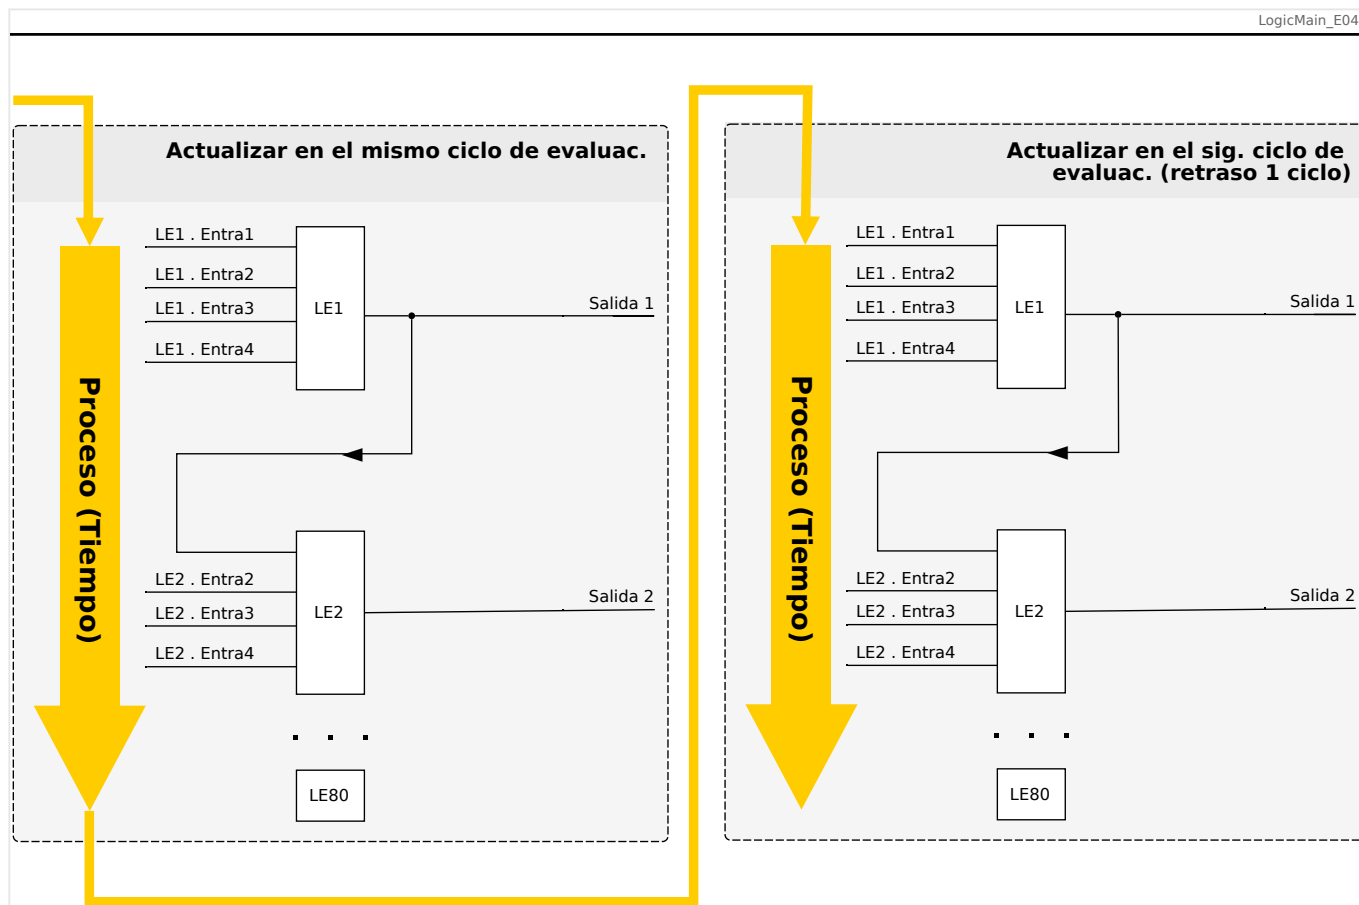
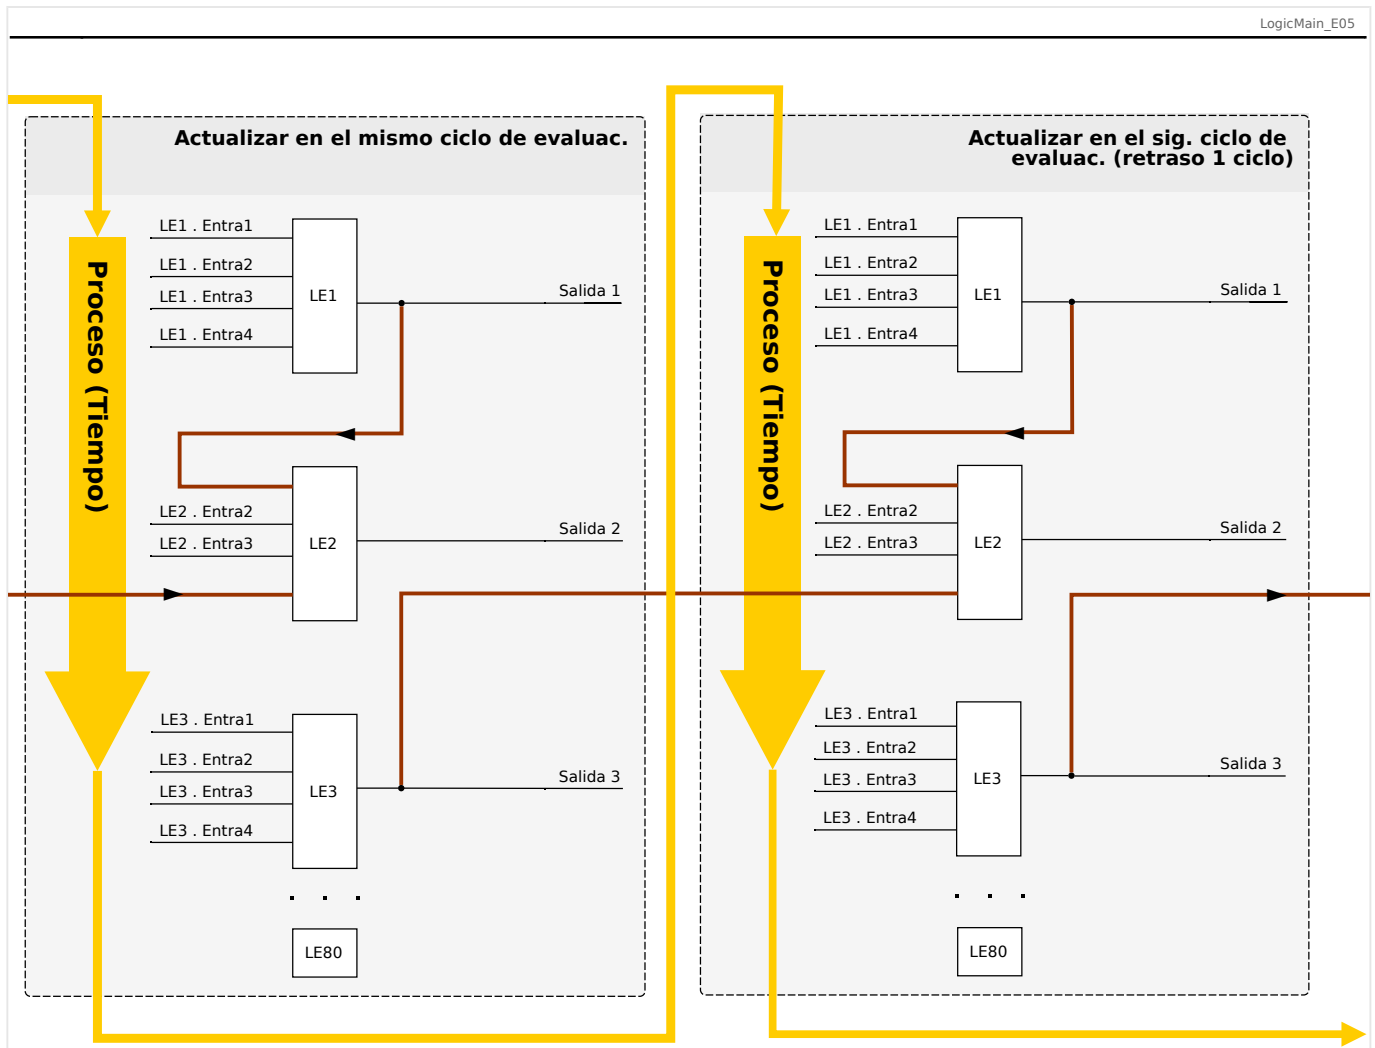

Fig. 133: Cascada en orden ascendente.
Fig. 134: Cascada en orden descendente.
- Una secuencia **ascendente** quiere decir que algunas de las salidas se usarán como entradas de una ecuación lógica con un número **mayor**. Por ejemplo, en el diagrama  Fig. 133 siguiente, se muestra un ejemplo en el que el resultado de la ecuación lógica LE1 se usa como entrada de la ecuación lógica LE2.
- Una secuencia **descendente** quiere decir que algunas de las salidas se usarán como entradas de una ecuación lógica con un número **inferior**. Por ejemplo, en el diagrama  Fig. 134, se muestra un ejemplo en el que el resultado de la ecuación lógica LE3 se usa como entrada de la ecuación lógica LE2.
Tanto la secuencia ascendente como la descendente se pueden usar y combinar entre sí, sin ninguna diferencia inmediata. Sin embargo, como todas las ecuaciones se evalúan en orden ascendente, los valores de tiempo de ejecución en sí que se usen como la entrada de una ecuación tendrán una "antigüedad" distinta, como se muestra en  Fig. 133 y  Fig. 134 a continuación.
En el ejemplo mostrado anteriormente en  Fig. 134, la “Ecuación lógica 2” usa los estados de salida de otras dos ecuaciones, la “Ecuación lógica 1” y la “Ecuación lógica 3”. El resultado de la “Ecuación lógica 1” se usa en orden ascendente y, por lo tanto, se evalúa con el mismo ciclo de proceso. El resultado de la “Ecuación lógica 3” se usa en orden descendente y, por lo tanto, se evalúa en el ciclo de proceso anterior.